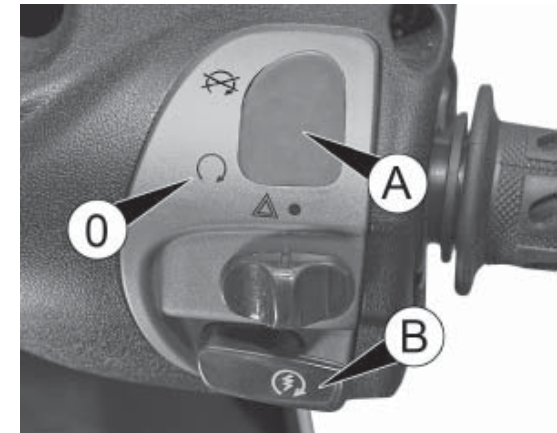

fig. 2
- assicurarsi che il pulsante A Fig. 2 sia in posizione 0
- tirare una delle due leve del freno sul manubrio (oppure premere il freno a pedale) e premere il pulsante d'avviamento B fig.2.